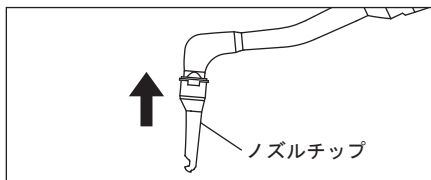

図5
- 1) ハンドピースのノズルにノズルチップを奥までしっかり取り付けます（図5）。